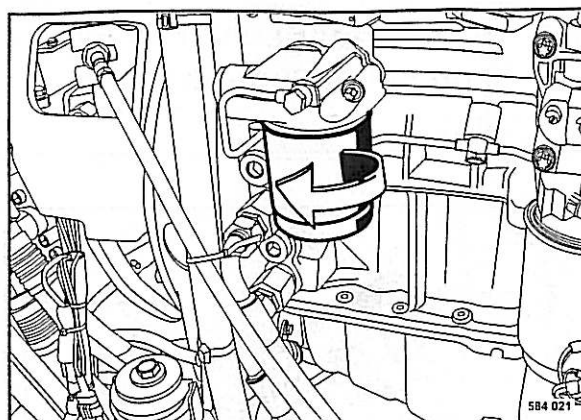

Fig. 82
- Desenroscar el cartucho filtrante (Fig. 82) con una llave de cinta apropiada.